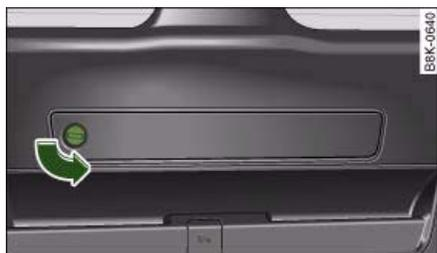

Fig. 220 Triángulo de emergencia en el portón del maletero
- Para abrir la cubierta, gire el cierre ⇒ fig. 220 y retire la cubierta.